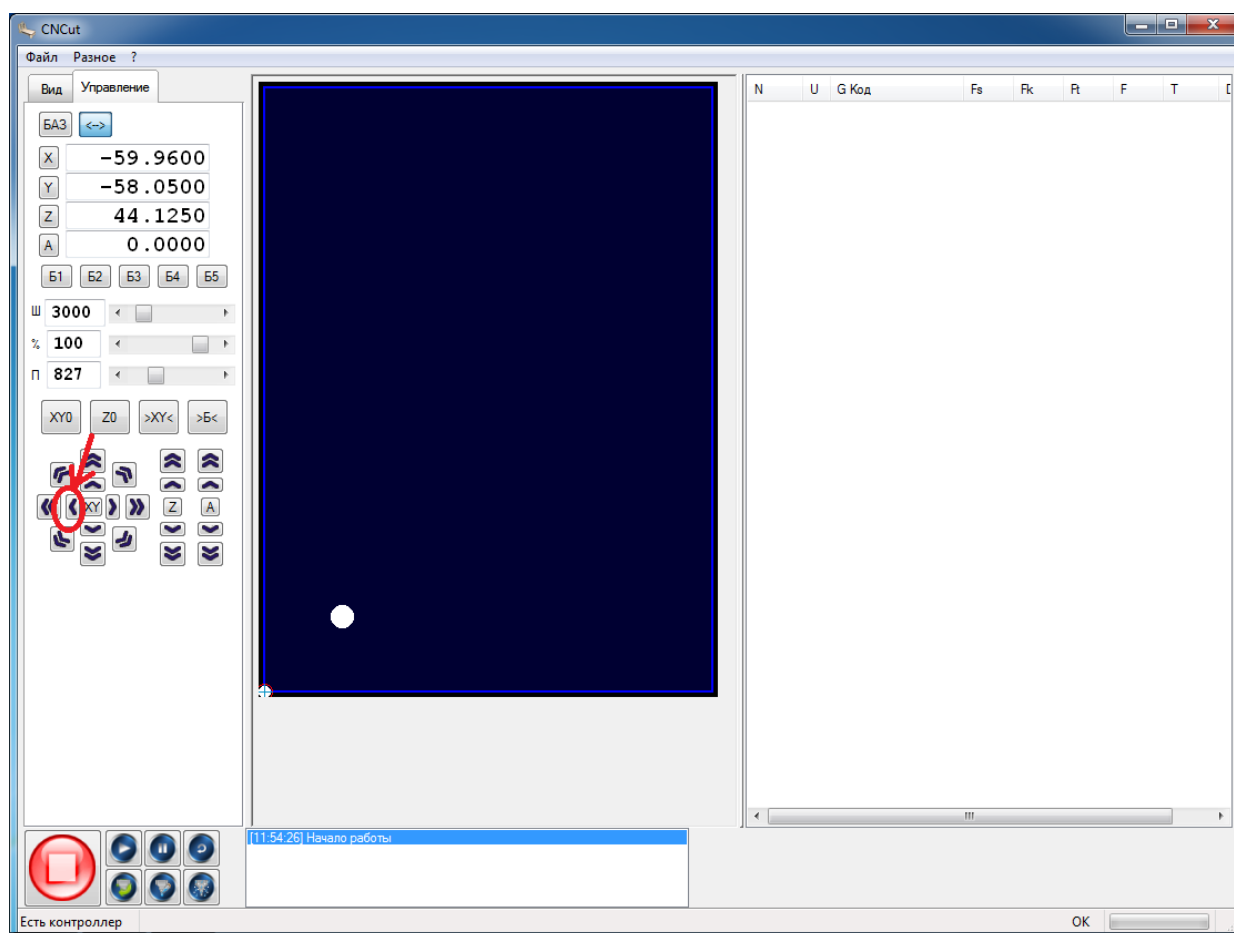

Рисунок 15. Движение по оси «X»
- 3) На вкладке «Управление» нажмите на стрелочку по оси «X» влево, рисунок 15